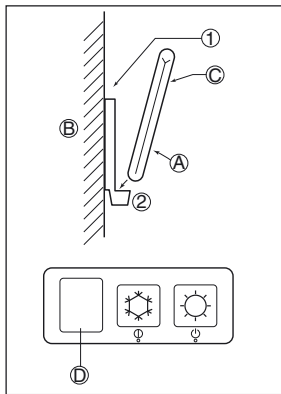

Fig. 1-4
2) Marche à suivre pour l'installation (Fig. 1-4)